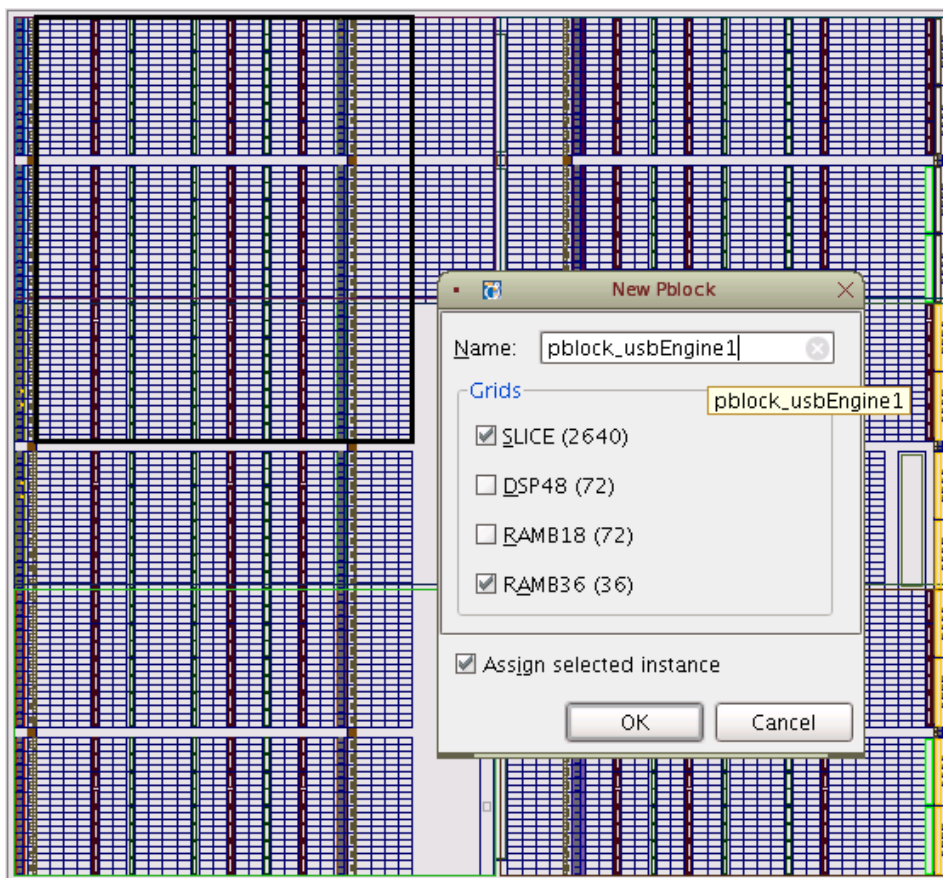

図 4 : usbEngine1 の Pblock を定義する長方形
5. マウスをボタンを押した状態でドラッグし、デバイスの左上の区画のほとんどを囲む長方形を描画します。図 4 を参照してください。
7. その他の不要なリソースは選択解除します。図 4 を参照してください。
長方形に図 4 に表示される領域が完全に含まれていない場合は、この数値が 36 未満になり、デザインを配置できません。